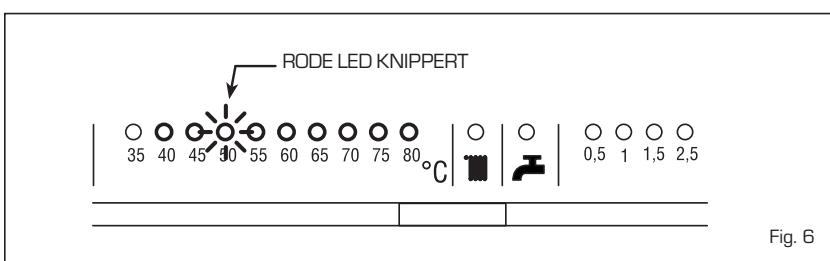

Fig. 6
- **Overige storingen (fig. 6)**